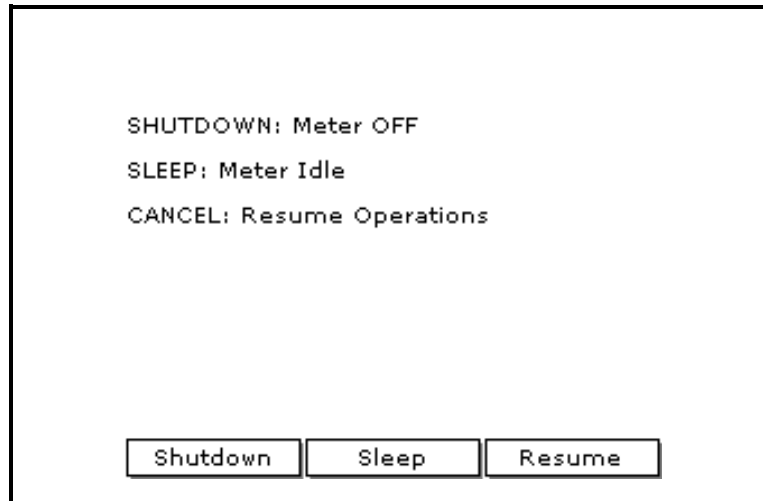

Figura 1-2: El menú Shutdown
1. Para apagar el PM880, pulse la tecla roja por 3 segundos. Ahora la pantalla se ve similar a la Figura 1-2 a continuación.